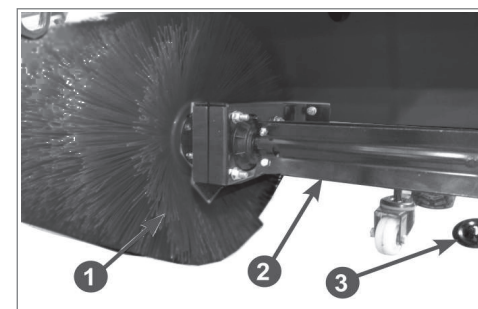

Рис. 13 Снятие щетки
1. Открутите винт крепления крышки 3 держателя и снимите щетки 1 с держателей 2 (Рис. 13).